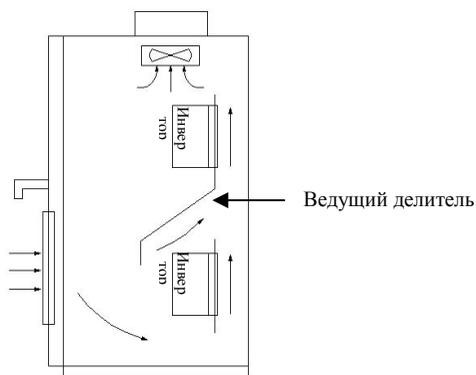

Рис. 3-2 Установка нескольких инверторов
(3) При установке нескольких инверторов, между ними следует устанавливать ведущий делитель, смотрите рис. 3-2.